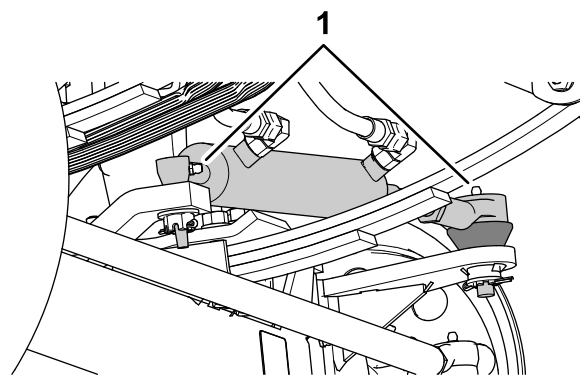
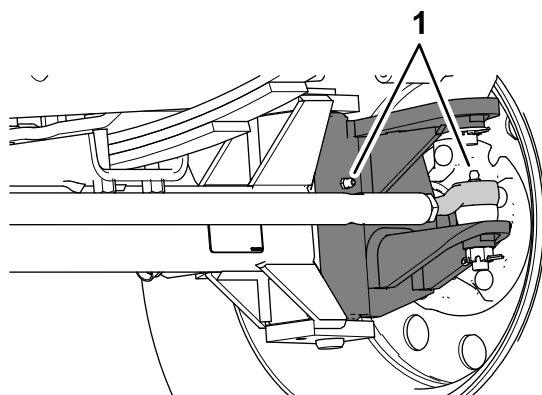

图 66
图 67
1. 将黄油嘴擦拭干净图 66和图 67。
2. 用黄油枪将润滑脂打入到黄油嘴图 66和图 67。
注意 黄油嘴的位置如图 66中所示。